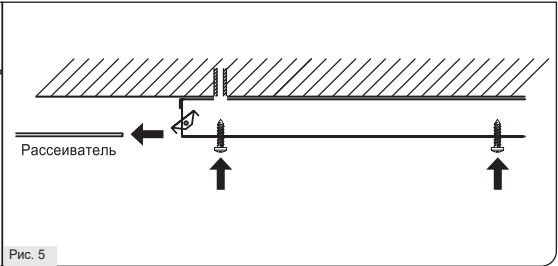

Рис. 5
- 2.3. Установите светильник на поверхность или присоедините подвесы через отверстия (Рис. 5). Подвесы и крепления для накладного монтажа в комплект поставки не входят.